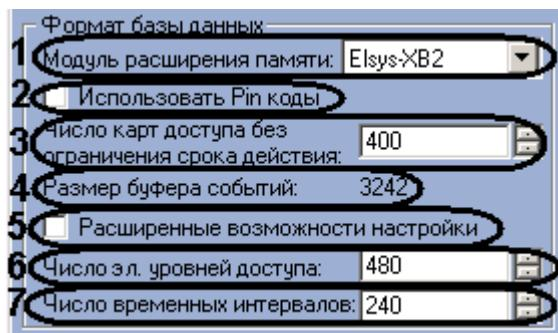

Рис. 3.3-10 Параметры группы Формат базы данных
5. Задать параметры в группе **Формат базы данных** (Таб. 3.3-5, Рис. 3.3-10).